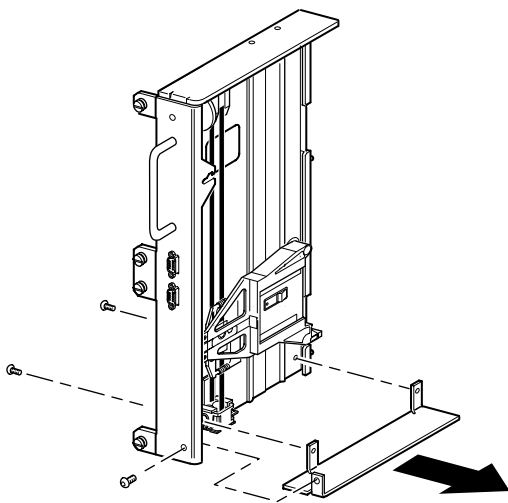

Abbildung 2–10. Abnehmen der Bodenplatte von der PTM-Basiseinheit
2. Schieben Sie den Medientransportwagen zur Oberseite der PTM-Basiseinheit (siehe Abbildung 2–11). Die Oberseite der PTM-Basiseinheit ist die Seite, an der sich der Antriebsmotor befindet.